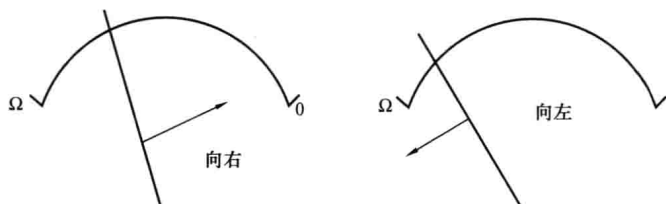

图 2-3 指针偏转方向
(3) 用万用表的红、黑两表笔分别与电容器的两引线相接进行测量, 在刚接触的一瞬间, 指针应向右偏转, 然后缓慢向左回归, 接着对调两表笔 (或电容器的两引线) 后再测, 指针应重复以上过程, 如图 2-3 所示。